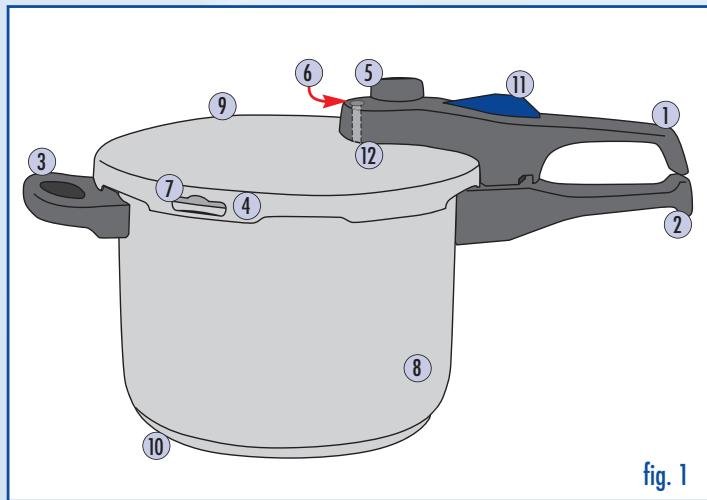
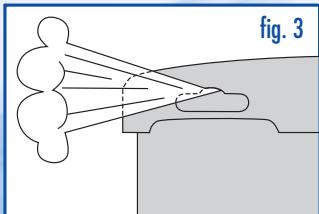

fig. 1
fig. 3
Lors d'une montée excessive de la pression, le joint en caoutchouc ressort par un évidement sur le côté du couvercle (voir fig. 1, ⑦) et la pression peut s'échapper (voir fig. 3).